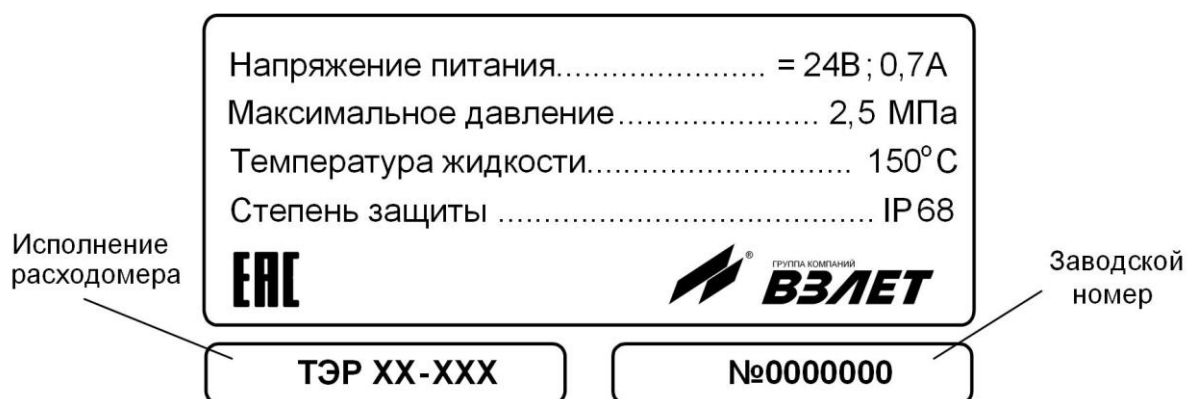

Рис.2. Вид шильда расходомера.
1.7.1. Сверху на корпус БЭ закрепляется шильд (рис.2), на котором указываются: